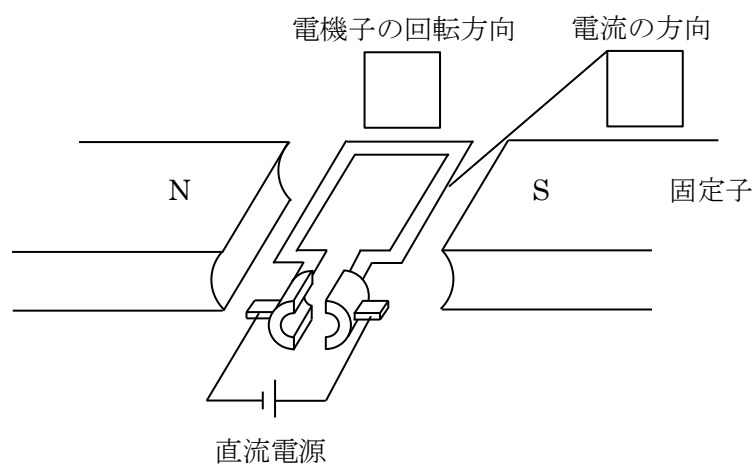

図5-1
- （1） 図5-1は、直流電動機の回転原理を示すためのものである。本図の四角内に、「電流の方向」及び「電機子の回転方向」を矢印で記入し、図を完成させよ。